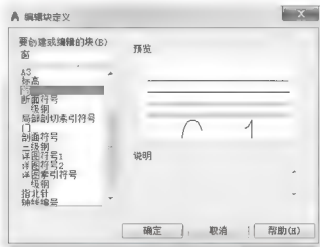

图 3.89 【编辑块定义】对话框
(1) 利用【块编辑器】修改“窗”图块。块编辑器的作用是对图块库内的图块进行修改。
① 执行菜单栏中的【工具】|【块编辑器】命令,则打开了【编辑块定义】对话框,如图3.89所示。